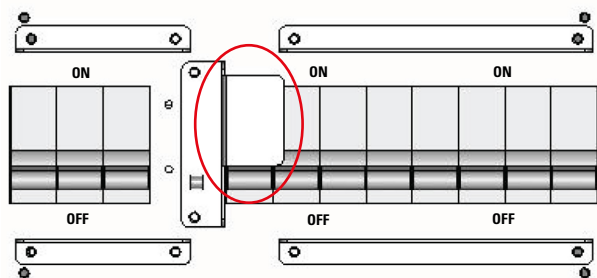

Fig. 57. Bloqueo mecánico del interruptor de bypass de mantenimiento del SAI.
3. Retirar el bloqueo mecánico del interruptor de bypass manual del SAI (Q5) (solamente para equipos en formato torre): destornillar los tornillos provistos, y retirar la tapa metálica (ver Fig. 57).
10. Reponer el bloqueo mecánico del interruptor de bypass manual del SAI (solamente para equipos en formato torre): atornillar la tapa metálica con los tornillos provistos (ver Fig. 57).